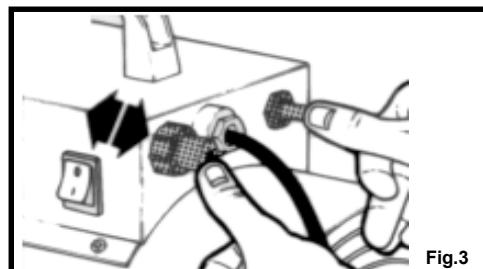

Fig.3
3. Gas-Dauckknopf ganz eindrücken und gleichzeitig den Piezozünder wiederholt betätigen (Abb.3), bis Zündflamme brennt.